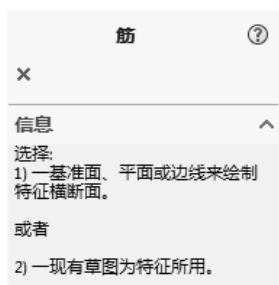

图 5.11.2 “筋”对话框 (一)
(1) 选择草图基准面。完成上步操作后, 系统弹出图 5.11.2 所示的“筋”对话框 (一), 在系统的提示下, 选择上视基准面作为筋的草图基准面, 进入草图绘制环境。